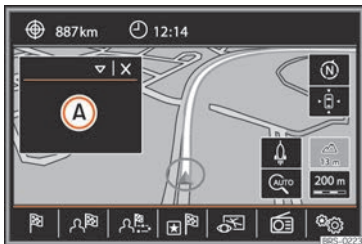

Abb. 228 Zusatzfenster angezeigt.
Im Zusatzfenster »» Abb. 228 (A) können Zusatzinformationen angezeigt werden.